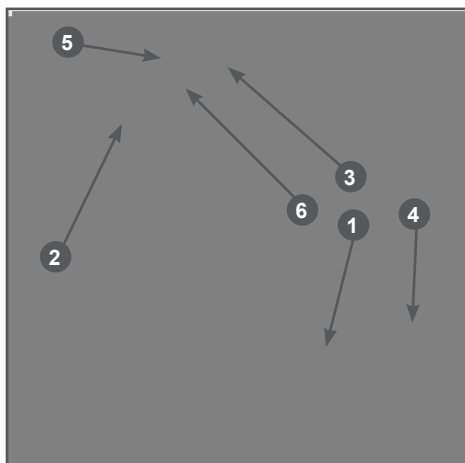

Рис. 10 Органы управления, необходимые для запуска бензопилы
5. Прокачайте топливо через карбюратор. Для этого нажимайте (примерно 5-10 раз) на ручной топливный насос 1 (Рис. 10) до появления в насосе топлива и возникновения сопротивления при нажатии.
6. Установите выключатель зажигания 3 (Рис. 10) в положение «I».
7. Закройте воздушную заслонку карбюратора. Для этого вытяните рычаг 2 (Рис. 10) управления воздушной заслонкой.
9. Выберите свободный ход шнура стартера. Для этого потяните за ручку стартера 2 (Рис. 10) до тех пор, пока не почувствуете сопротивление, затем сильно и резко потяните за ручку. Повторите эти действия 3-5 раз до первой вспышки топлива в двигателе. Двигатель не запускается, а сразу глохнет. Плавно, не бросая, верните ручку стартера на место.
10. После первой вспышки откройте воздушную заслонку, для этого нажмите на рычаг 2 (Рис. 10) управления воздушной заслонкой и верните его в исходное положение.
11. Не забывая выбирать свободный ход шнура стартера, сильно и резко потяните за ручку стартера 1-2 раза. Двигатель должен запуститься. Плавно, не бросая, верните ручку стартера на место. Правой рукой возьмите бензопилу за заднюю рукоятку, так, чтобы рычаг блокировки рычага газа 5 (Рис. 10) был зажат.
13. Правой рукой быстро нажмите рычаг газа 6 и отпустите (Рис. 10), при этом двигатель перейдет в режим холостого хода.